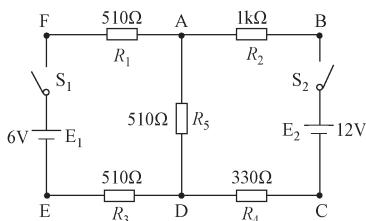

图 2-37 测量电路
(1) 继续使用前面所连接的电路图，按照图 2-37 标注进行测量。